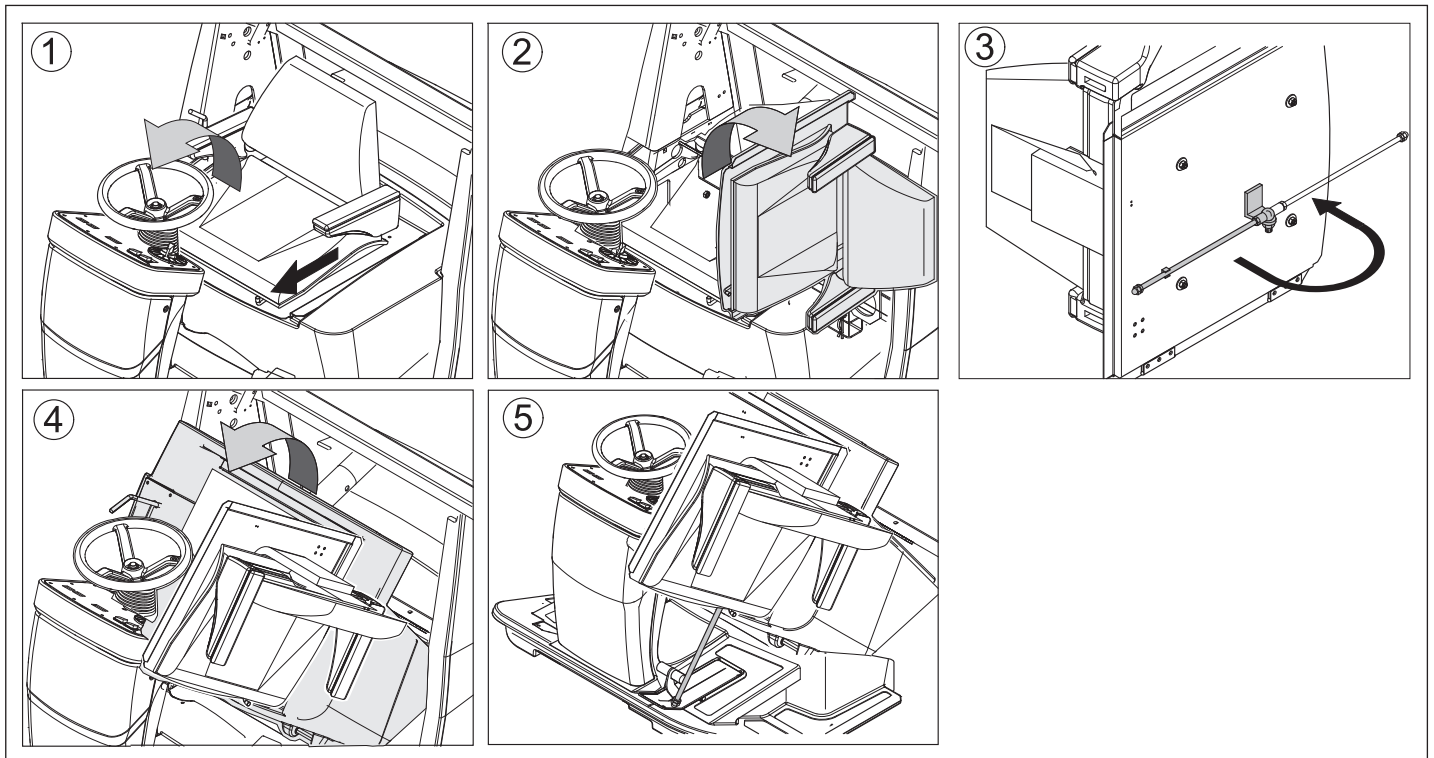

Fig. 3
- Åbn skærmen og sørg for at sikre den (fig. 3).
- Kun KM 120/150 uden beskyttelsestæg: Åbn skærmen og sørg for at sikre den (fig. 3).